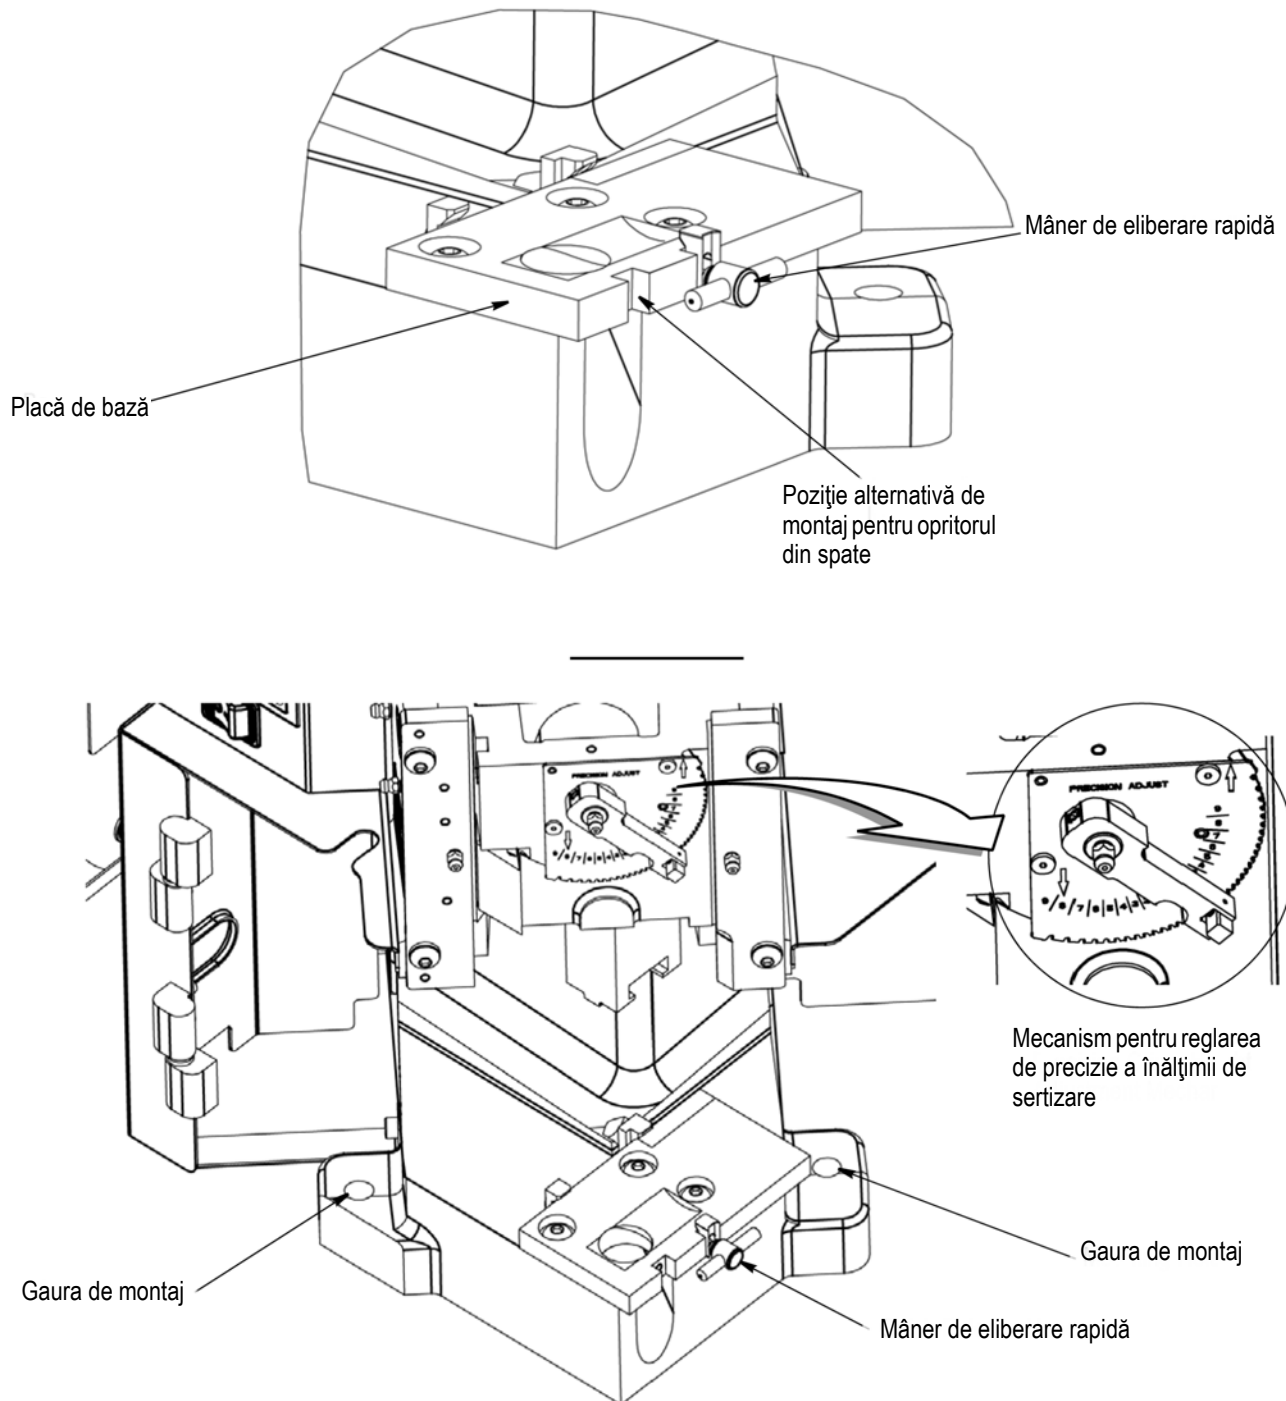

Figura 5
3. **Placa de bază** asigură suprafața de montaj pe care se va instala aplicatorul. Opțiunea de înclinetare cu eliberare rapidă permite instalarea și îndepărtarea simplă și rapidă a aplicatorului. A se vedea figura 5.
4. **Grupul de reglare a înălțimii de sertizare** utilizează un excentric instalat în legătura pistonului, împreună cu opritoarele destinate din mecanism, pentru a regla înălțimea de sertizare. Indexarea mecanismului în orice direcție va modifica înălțimea de sertizare în pași de aproximativ 0.013 mm [.0005 in.] per pas. Consultați figura 5 pentru mecanismul de reglare de precizie a înălțimii de sertizare.
Mașinile trebuie fixate în siguranță pe banc folosind șuruburi și găurile de montaj ale mașinii ilustrate în figura 5. Materialele de fixare trebuie asigurate de către client. Mașinile nu trebuie să se extindă dincolo de muchia frontală a bancului.
1. Slăbiți mânerul T cu eliberare rapidă (a se vedea Figura 5) și glisați clema de bază a aplicatorului în jos.
NOTĂ Atunci când folosiți aplicatorul 567200-2 (conceput original pentru a fi utilizat cu mașina de montat terminații AMP-O-ELECTRIC model "K"), slăbiți mânerul T cu eliberare rapidă, glisați în jos clema de bază a aplicatorului și îndepărtați opritorul din spate amplasat pe partea stângă a plăcii de bază. Instalați opritorul din spate (PN 354561-1), furnizat împreună cu pachetul pneumatic, în poziția de montaj alternativă de pe placa de bază. A se vedea Figura 5.